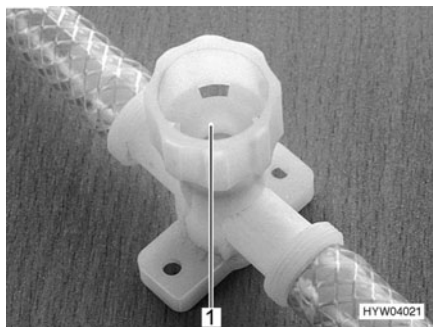

Fig. 135 Robinet de vidange pour
- Fermer le robinet de vidange. Tourner pour cela le capuchon (Fig. 135,1) dans le sens des aiguilles d'une montre.
- Ouvrir le robinet de vidange du Therme. Tourner pour cela le capuchon (Fig. 135,1) dans le sens inverse des aiguilles d'une montre.